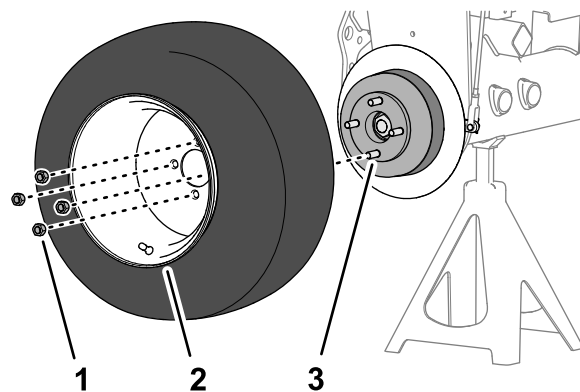

Figura 60
1. Retire as quatro porcas das rodas que prendem a roda frontal ao cubo e retire a roda (Figura 60).